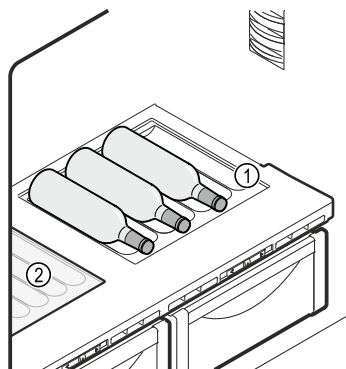

Fig. 128 例图
- 将玻璃隔板 Fig. 128 (2) 放入可调瓶架下方。